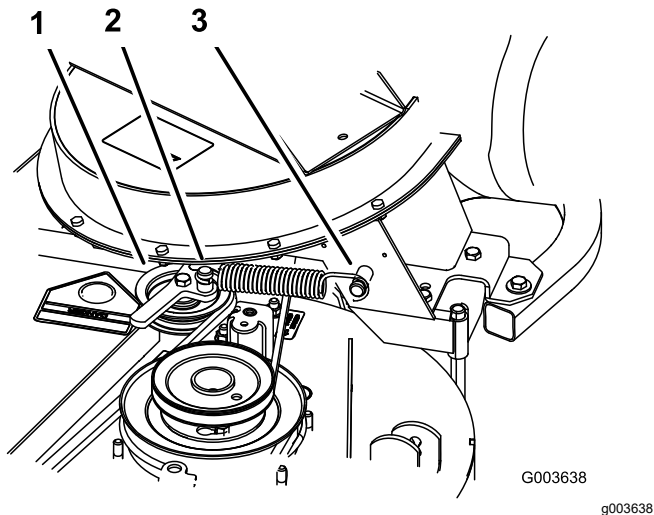

Figura 19
4. Instale el muelle según se muestra en Figura 19.